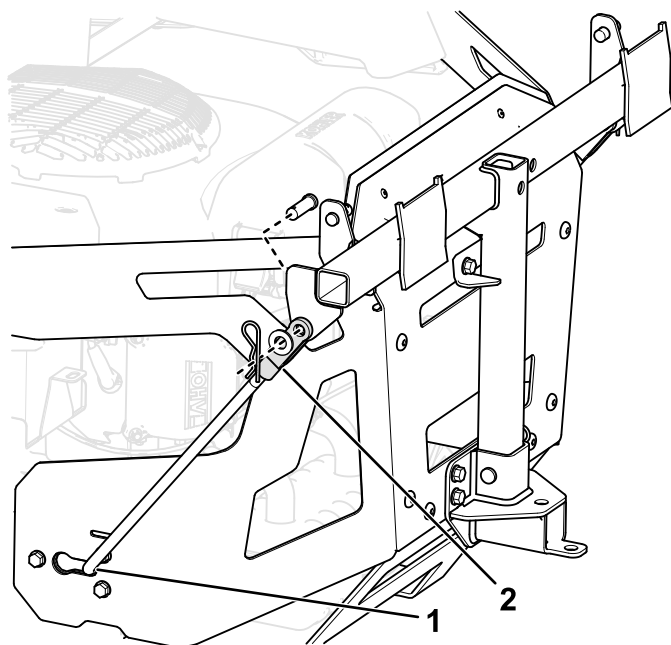

Figura 9
8. Prenda as extremidades das barras na estrutura do depósito de recolha como se mostra na Figura 9 e prenda a extremidade de cada barra com um passador de forquilha e um perno do gancho.
6. Instale a extremidade alargada e dobrada de uma barra na ranhura da parte lateral da estrutura da máquina e mova a barra para trás para a encaixar na estrutura (Figura 9).